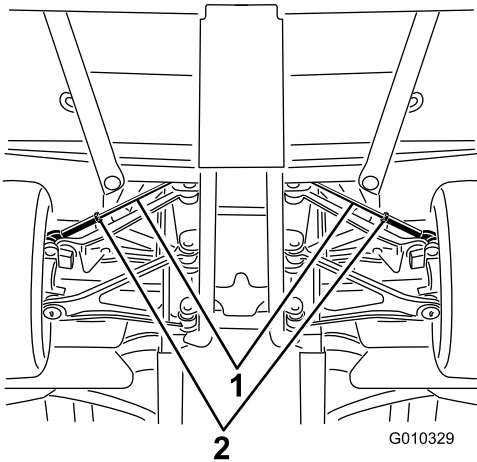

図 64
A. タイロッドの中心についているジャムナットをゆるめる 図 64。